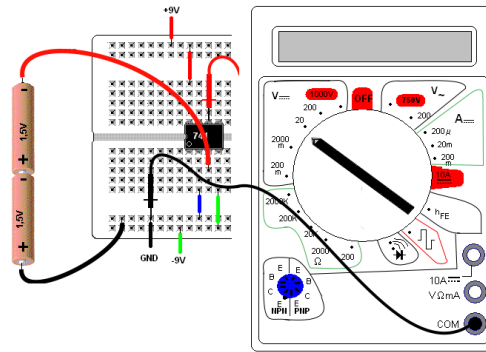

Figura 6: Montagem do amplificador operacional em malha aberta (a) circuito (b) *layout* na matriz de pontos - entrada não inversora em 3 V
3. Repita o item 2 considerando que a tensão na entrada não inversora é -3 V com a entrada inversora aterrada, para isso inverta os terminais das duas pilhas conforme Figura 6.